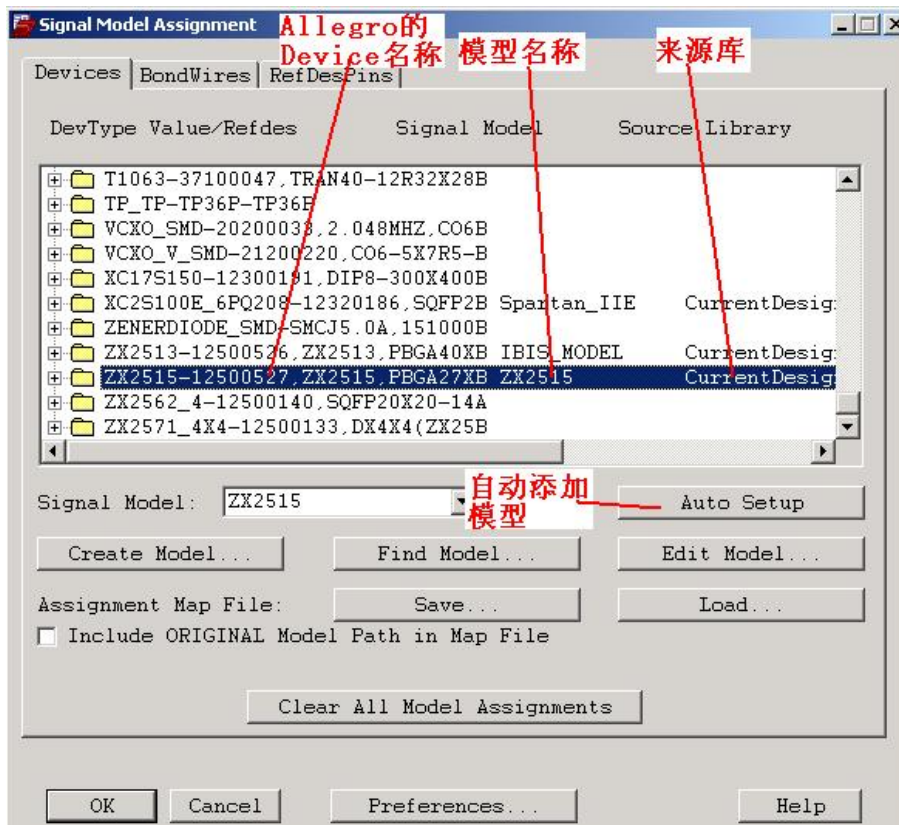

图2-10 Signal Model Assignment 窗口
- 在图2-10所示的**Signal Model Assignment**窗口中找到要赋模型的器件并用鼠标点击该元件的 Device名字